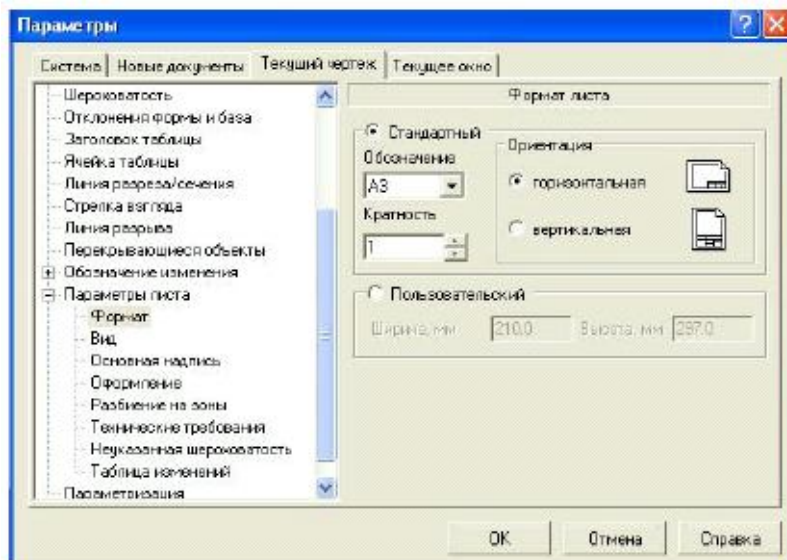

Рис. 2.2. Диалоговое окно *Параметры*
2) в появившемся диалоговом окне *Параметры* выбрать строку *Параметры листа*, а затем строку *Формат* (рис. 2.2);